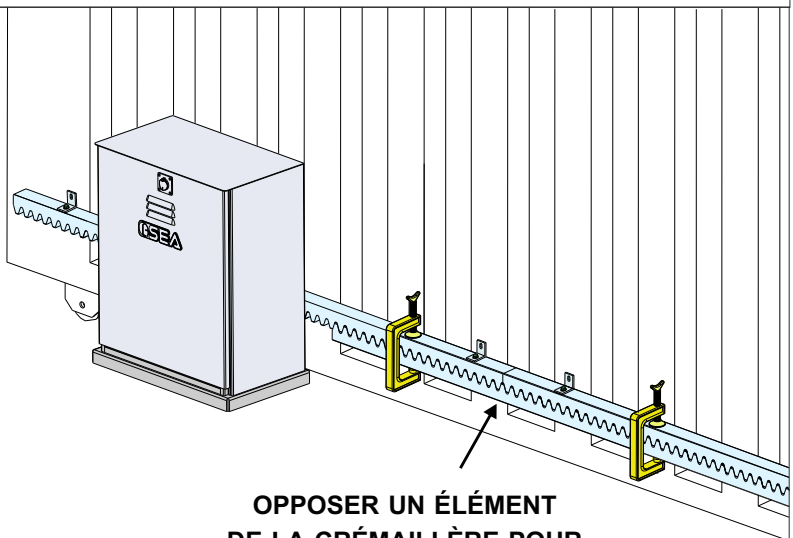

Fig. 16
- 7.6.** Assurez-vous que tous les éléments de la crémaillère sont parfaitement alignés et correctement placés (**DENTURE EN PHASE**). Il est conseillé d'opposer un élément à deux éléments consécutifs pour assurer le parfait alignement comme illustré en Fig. 16